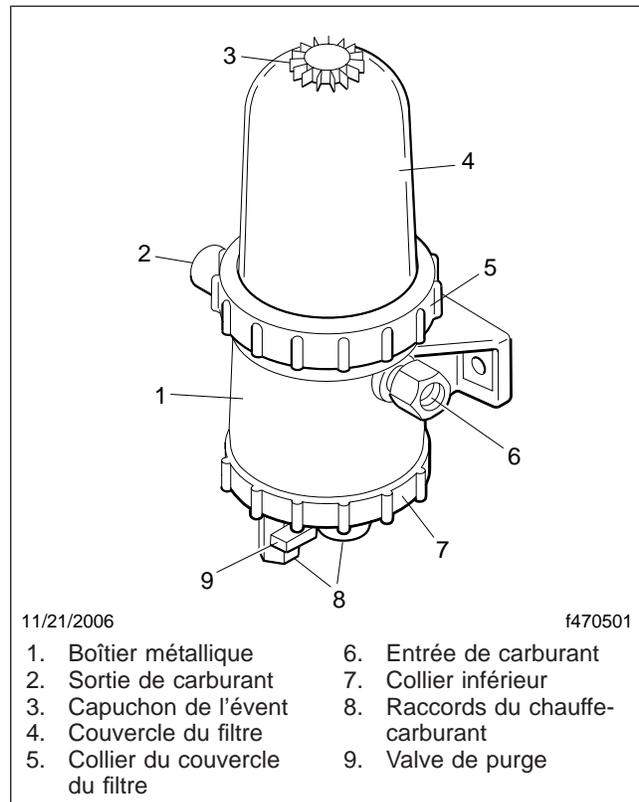

Fig. 21.5, Séparateur carburant-eau Davco
*Pour un modèle Davco, voir la figure 21.5.* Placez un récipient approprié sous le séparateur carburant-eau. Ouvrez l'évent du filtre en haut du bloc, desserrez la valve de purge dans le fond et laissez couler l'eau. Fermez et resserrez à la main la valve de purge ainsi que l'évent du filtre. Reportez-vous au chapitre 24 de ce manuel pour connaître la procédure de *Remplacement du filtre d'urgence* si le couvercle de filtre est brisé.